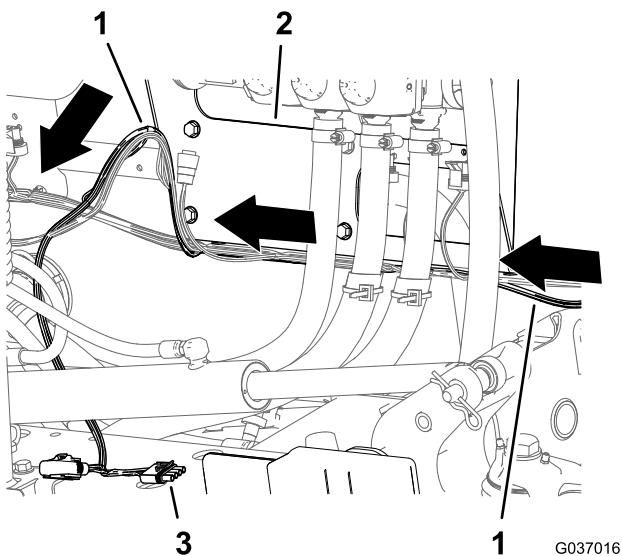

Figura 37
3. Encaminhe a cablagem através do suporte da válvula da rampa (Figura 37).